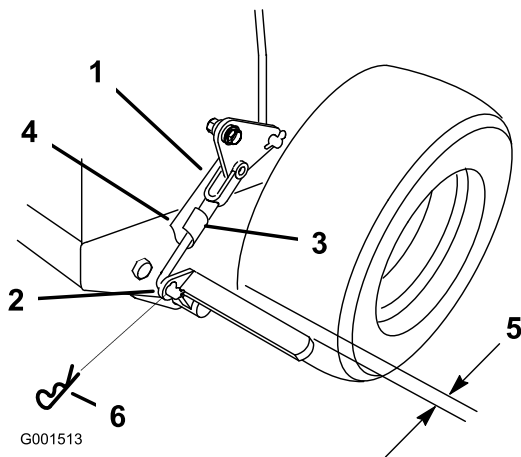

Figura 42
3. Retire el pasador de seguridad del acoplamiento inferior del freno (Figura 42).
- Gire la horquilla del acoplamiento de freno inferior en el sentido de las agujas del reloj (enroscar) para apretar el freno de estacionamiento; gire la horquilla del acoplamiento del freno en el sentido contrario a las agujas del reloj (desenroscar) para aflojar el freno de estacionamiento (Figura 42).
Nota: Debe haber un espacio de aproximadamente 6 mm (1/4 pulgada) entre el neumático y la barra plana cuando el freno de estacionamiento está en posición de quitado (Figura 42).
- Fije el acoplamiento inferior a la palanca de freno inferior con el pasador de horquilla y el pasador de seguridad (Figura 42).